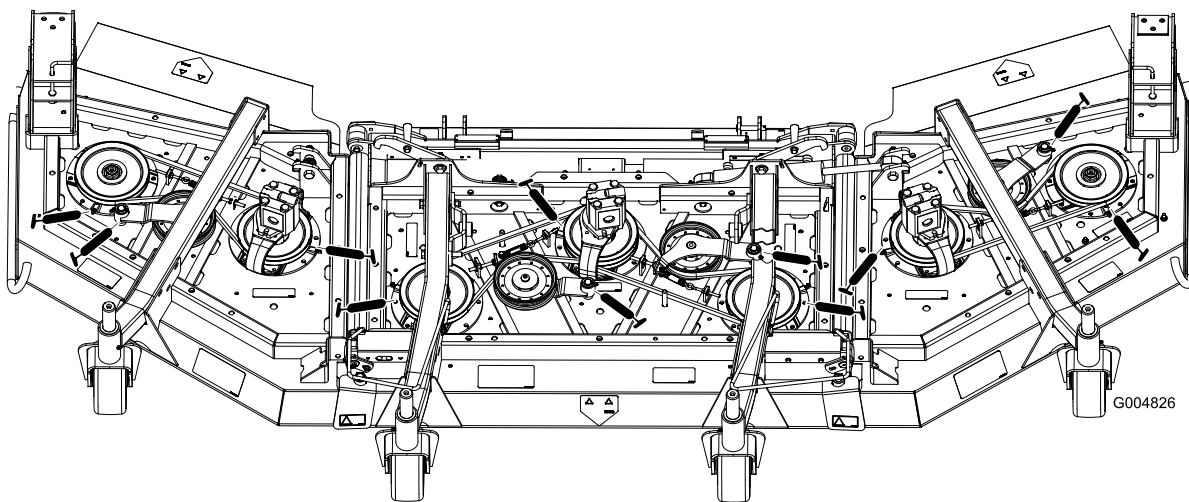

Figura 40
- Rolamentos do eixo do (3) (Figura 40)
- Casquilhos articulados do braço intermédio (2) (Figura 40)